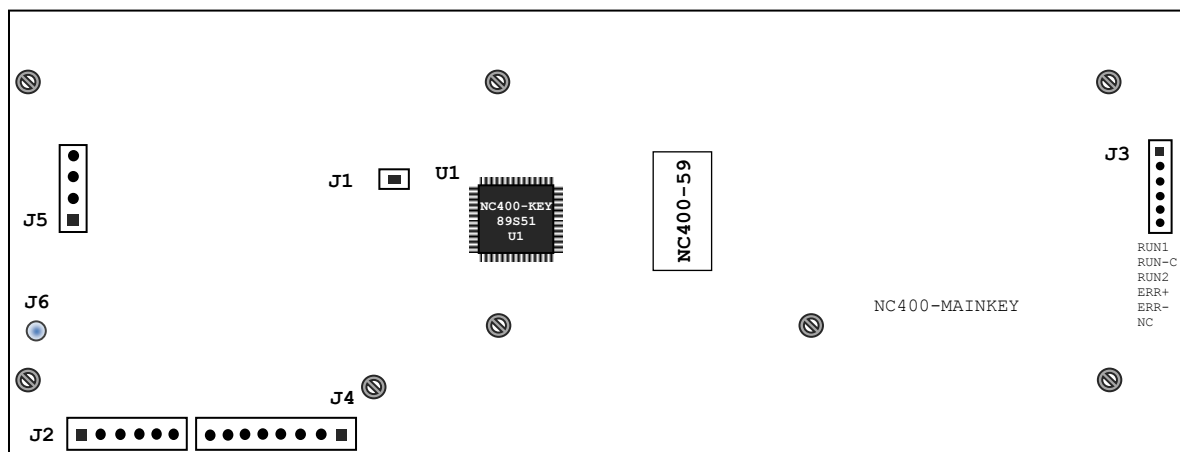

Рисунок 4.41 – Расположение разъёмов платы АЦК NC400-59
4.4.2.1 Функции блока клавиатуры в пульте оператора БУ NC400-5 выполняют плата АЦК NC400-59 и плата ФК «**F1**»–«**F8**» NC400-58. Блок клавиатуры ПО имеет 84 клавиши. Расположение разъёмов платы АЦК NC400-59 показано на рис.4.41.